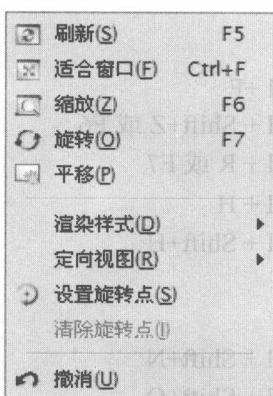

图1-8 快捷菜单
①在不同的位置，单击鼠标右键，弹出不同的快捷菜单，在快捷菜单中可执行相关操作。在绘图区，单击鼠标右键，弹出的快捷菜单如图1-8所示。